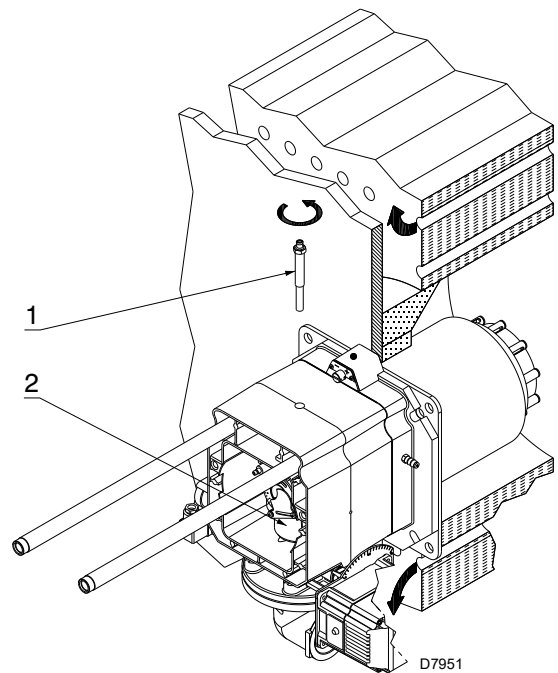

Abb. 15
- die Schraube 1) (Abb. 15) entfernt werden;
- der interne Teil 2) (Abb. 15) des Kopfs herausgezogen und die entsprechende Einstellung vorgenommen werden.
An dieser Stelle der Installation ist der Flammkopf am Kessel wie in Abb. 15 auf Seite 21 angebracht.